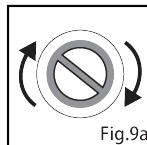
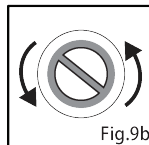

Fig.9a
Fig.9b
- 4) Utilizando uma chave de fenda, gire o parafuso no sentido horário até que ele pare (Fig. 9a.), então gire o parafuso no sentido anti-horário  $\frac{1}{4}$  de volta (Fig. 9b.). Isto vai deixar a reguladora para a velocidade mínima.
- 6) Utilizando uma chave de fenda, gire lentamente o parafuso no sentido anti-horário (Fig. 9b.), ao mesmo tempo, observe o manômetro da reguladora. A pressão vai aumentar gradativamente. Ajuste até a pressão ideal.
- 4) Utilizando uma chave de fenda, gire lentamente o parafuso no sentido anti-horário (Fig. 9b), ao mesmo tempo, observe o manômetro da reguladora. A pressão vai aumentar gradativamente. Ajuste até a pressão ideal.